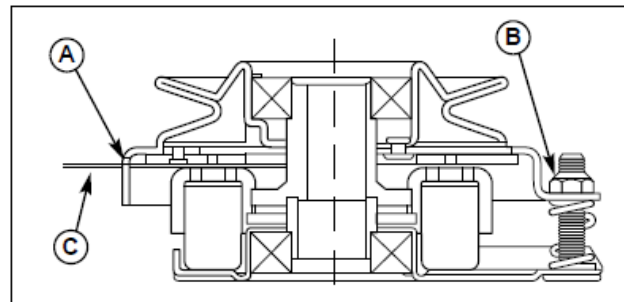

図 35 PTO クラッチの調整
3. 各々の覗き穴を通して図35で示すようにロータとアマチュア面の間に2.5-4mmの隙間ゲージ(C)を差込みます。